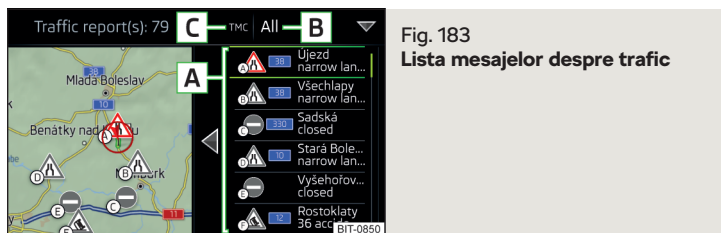

Fig. 183
În lista mesajelor despre trafic, precum și pe hartă se afișează maxim 6 mesaje, care sunt prevăzute cu o literă și cu simbolul unui blocaj în trafic (de exemplu **[A]**, **[B]**, **[C]**) » fig. 183.
În poziția **[C]** » fig. 183 pot fi inserate următoarele simboluri.
► **Are loc o ghidare în traseu** - după atingerea suprafeței de comandă funcții **[B]** » fig. 183, în meniul afișat se pot alege, prin atingerea suprafeței de comandă funcții **Toate zonele**, toate mesajele din trafic, **sau** prin atingerea suprafeței de comandă funcții **Traseu**, numai mesajele din trafic disponibile pentru respectiva rută.